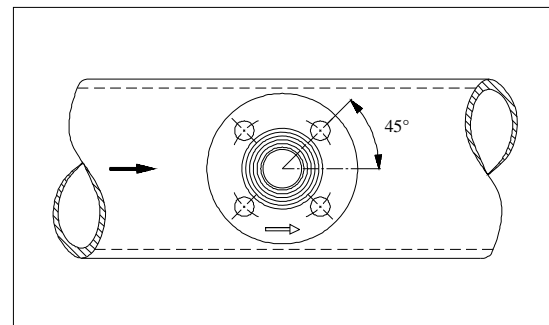

Abb. 10
3. Heften Sie den Montagestutzen {1} mit 1-2mm Luftspalt auf die Rohrleitung. Die Schraubenlöcher des Flansches müssen in einem Winkel von  $45^\circ$  zur Rohrachse stehen. (vgl. Abb. 10)